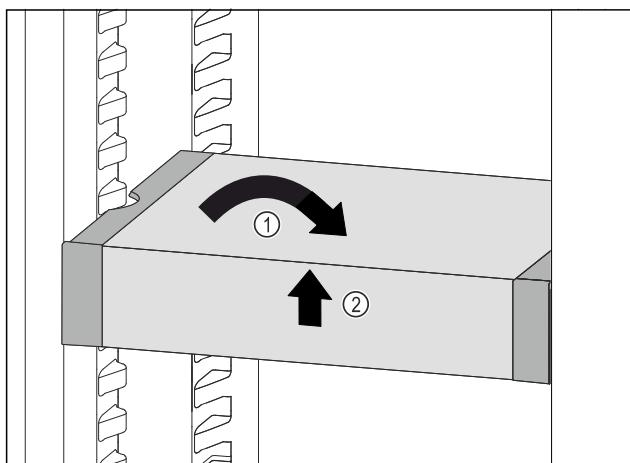

Fig. 84
- Установите VarioSafe прямо. Fig. 84 (1)
- Приподнимите VarioSafe спереди. Fig. 84 (2)